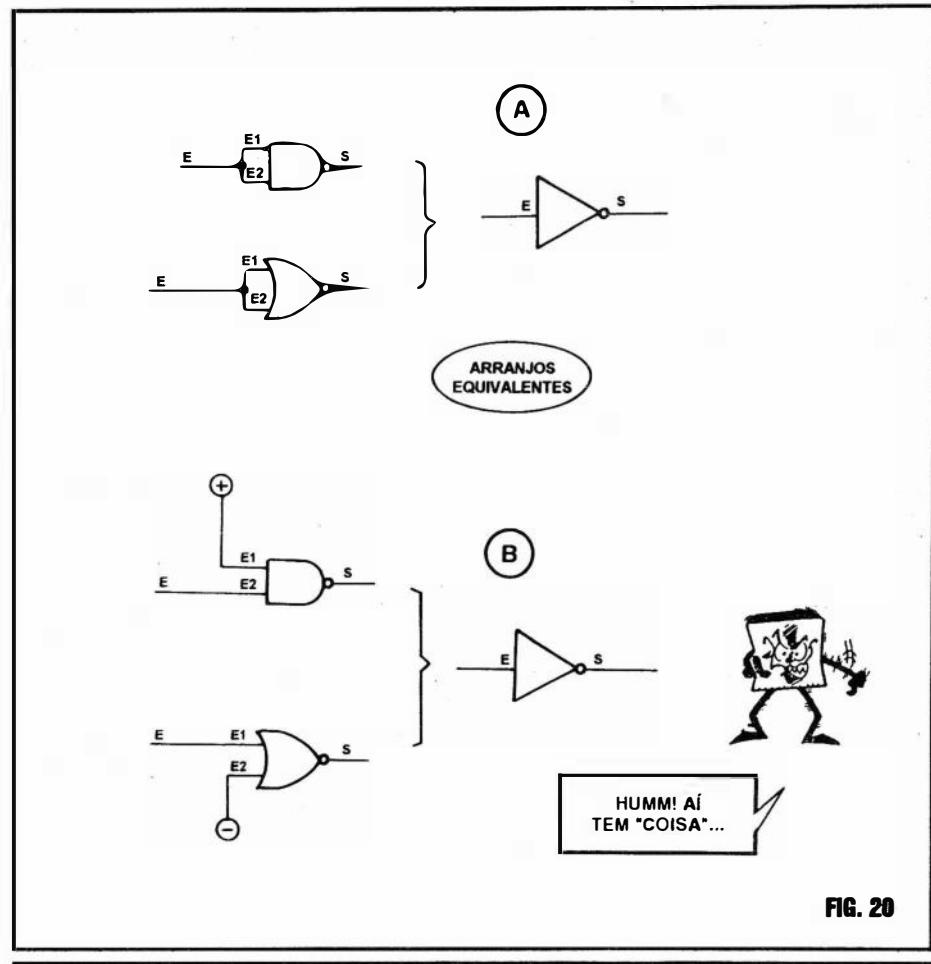

FIG. 20
- FIG. 20 - ALGUNS “TRUQUES DE FUNÇÃO”, COM OS GATES MAIS COMUNS DOS INTEGRADOS DIGITAIS... - É relativamente comum que, numa elaboração teórica de um circuito ou projeto, fique um pouco difícil de “casar” a disponibilidade de *gates*, de blocos lógicos e de Integrados digitais
contendo **justamente** as funções, quantidades de blocos e quantidade de Entradas que a aplicação pede... O projetista "esperto", contudo, a partir de uma cuidadosa observação das respectivas TABELAS VERDADE, é frequentemente possível "criar" gates, blocos ou funções "diferentes" das "originais", simplesmente "redirecionando" ou interligando as Entradas dos ditos blocos disponíveis (às vezes até "sobrantes" em Integrados cujos blocos, em suas funções originais, não são necessários na sua totalidade). Vamos a um exemplo prático (o que ocorre **mesmo**, muitas vezes, no dia-a-dia das aplicações e projetos...). Um determinado circuito digital "precisa", para o funcionamento das duas funções totais, de 3 gates NAND de 2 Entradas cada, e de um bloco SIMPLES INVERSOR... É verdade que podem ser adquiridos, simplesmente, **dois** Integrados, um contendo os necessários gates NAND e outro contendo vários INVERSORES... Entretanto, é mais fácil (e - seguramente - mais econômico, "fazer" um INVERSOR com o gate NAND "sobrante" dentro de um *chip* que os contenha em número de 4 (como o 4011 C.MOS, já mostrado...)! Basta consultar as TABELAS VERDADE já mostradas, para ver que, juntando as duas Entradas de um *gate* NAND de 2 Entradas, podemos obter a função SIMPLES INVERSORA com toda facilidade e eficiência! Aliás, também "emendando" as duas Entradas de um *gate* NOR de 2 Entradas, também se obtém um completo SIMPLES INVERSOR, ambos esses casos de "improvisação" mostrados no item A da fig. 20... Ainda com o providencial auxílio das respectivas TABELAS VERDADE, conforme mostramos no item B da fig. 20, levando-se **uma** das duas Entradas de um *gate* NAND de 2 Entradas ao positivo da alimentação, ou ainda ligando-se **uma** das duas Entradas de um *gate* NOR de 2 Entradas ao **negativo** da alimentação, teremos (usando-se a Entrada "livre") funções SIMPLES INVERSORA em ambos os casos! Lembrem-se que, para efeitos "binários" ou digitais, ligar uma Entrada de bloco lógico C.MOS ao **positivo** da alimentação, corresponde a aplicar-lhe nível "alto" ou "1", enquanto que ligar a Entrada diretamente